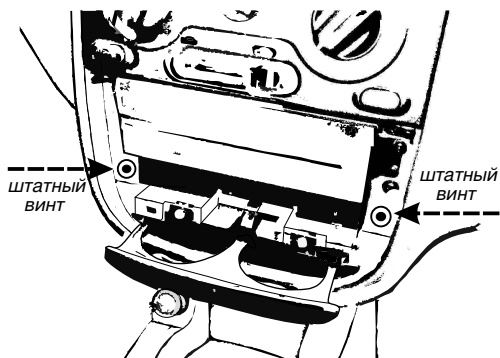

Рис. 2.9
2. Выкрутите штатные винты крепления перчаточного ящика, винты расположены по бокам от ящика, рис. 2.9.